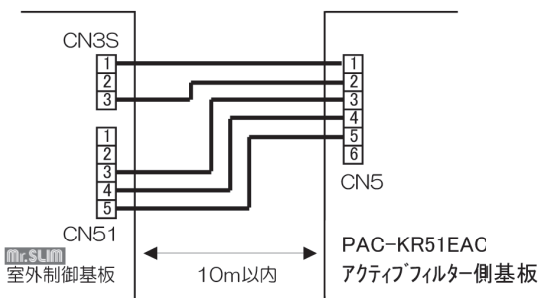
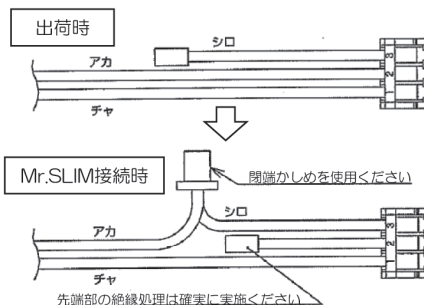

図1
図2
①アクティブフィルタ（以下AF）基板側の設定
②空調機間信号配線
- ・図1のように、室外制御基板(空調機側)のCN3S(1-3ピン)、CN51とAF基板のCN5を接続ください。
- ・CN3S接続の付属3極コネクタは、図2を参考にして、つなぎ換えを行ってください。
- 配管ドライヤをユニット内に取付ける場合には、スペーసుに応じて(図1,図2)を参照してドライヤを取付けてください。また、ドライヤ取付けのスペーసుがない場所には、ユニット外の取付けとなります。(図3)